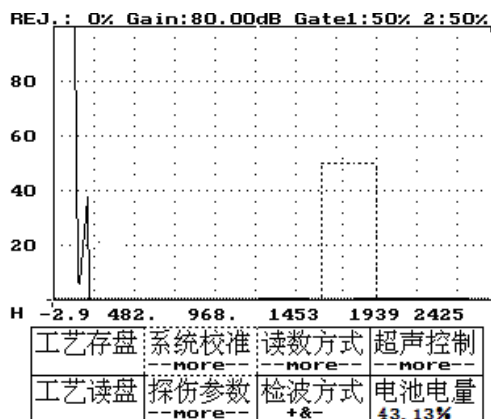

图 9-1
- 2、按方向键——将虚框移到系统校准,如图 9-1 所示。